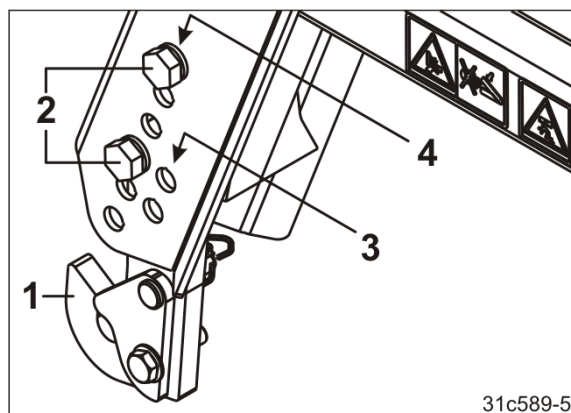

Fig. 107
1. Fastgør (Fig. 107/1) med hver to skruer (Fig. 107/2) på liftrammen.
- hulgruppe (Fig. 107/3) til små valsediameter
- hulgruppe (Fig. 107/4) til store valsediameter